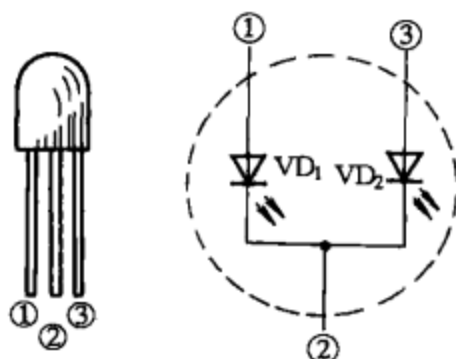

图 3-49
(1) 变色发光二极管的特点是发光颜色可以变化。变色发光二极管分为共阴极和共阳极两种。
(2) 共阴极 3 引脚变色发光二极管内部结构如图 3-49 所示，两种发光颜色（通常为红、绿色）的管芯负极连接在一起。3 引脚中，左右两边的引脚分别为红、绿色发光二极管的正极，中间的引脚为公共负极。